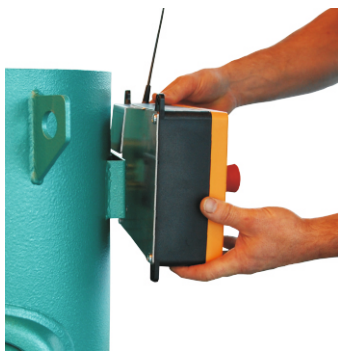

Bild 1
1) Mottagaren hängs vanligen över identitetsplåten på blästerkärlet (bild 1), i vissa fall kan niten behövas filas ned för att inte sitta i vägen för mottagarens plåtkant (bild 2). Den upphängda mottagaren visas i bild 8.